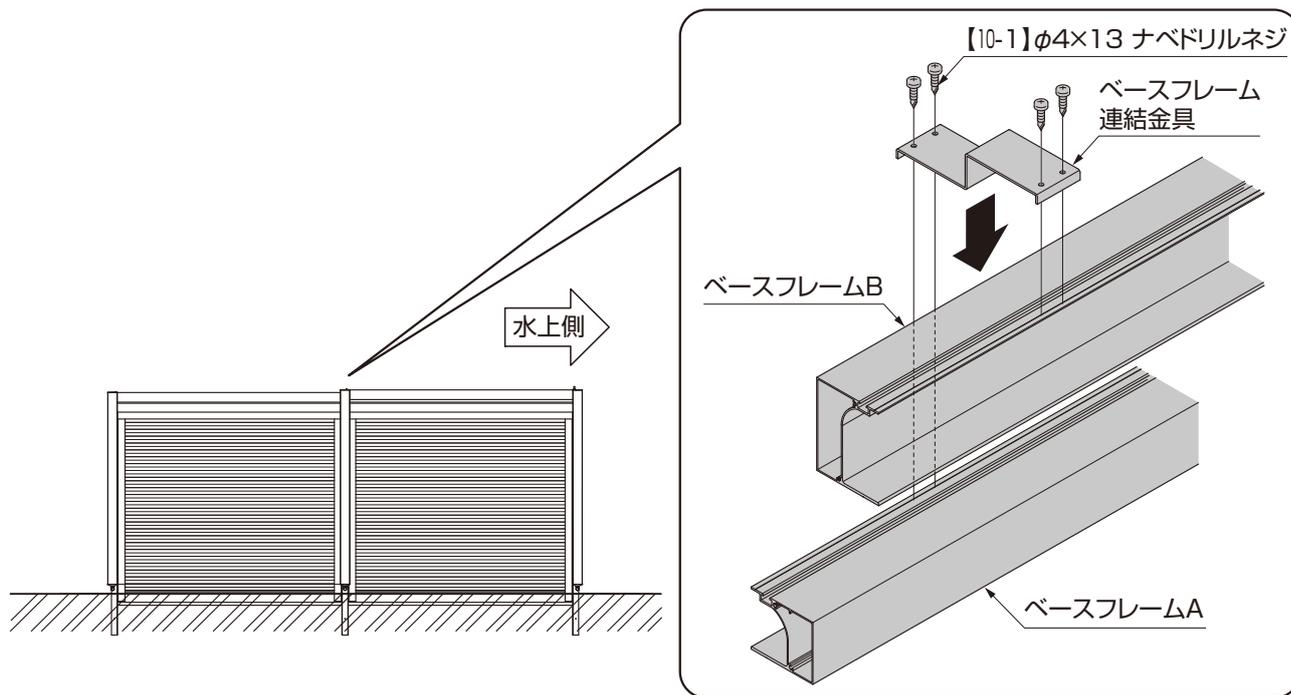

図3-3 横延長サイズ(W63)の場合
- ①ベースフレーム連結金具をベースフレームAとベースフレームBに【10-1】で取付けてください。(図3-3参照)
- ②P.8「3-2 ベースフレームの取付け (1)標準縦延長・横延長端部・縦横延長端部の場合」①～⑤の手順を行ってください。
- ③連結したベースフレームは、ベースフレームBをP.9「3-2 ベースフレームの取付け (1)標準縦延長・横延長端部・縦横延長端部の場合」⑥⑦と同様にベースフレームBを折板の水下側にルーフボルトキャップ、折板固定用ワッシャーM8用で取付けてください。